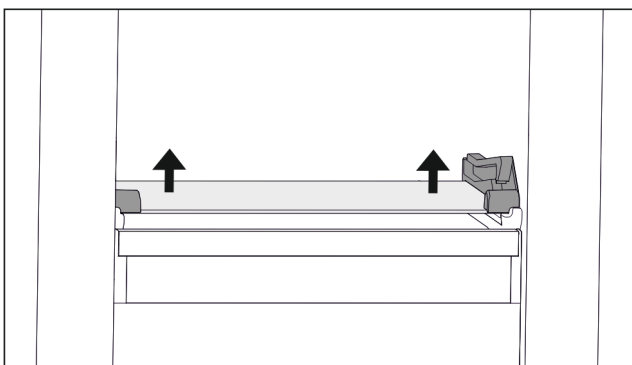

Fig. 61 Glasplatte des abklippbaren Schubfachs
- ▶ Glasplatte von unten beidseitig nach oben drücken. (siehe Fig. 61)